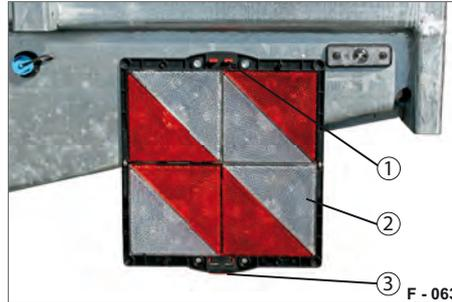

Abb. 95 Beispiel: Park-Warntafel
- ▶ Drucksicherung (Abb. 95/3) eindrücken und dabei die obere Teilhälfte der Warntafel herunterklappen.
- ▶ Aufgeklappte Teilhälfte der Warntafel hochklappen. Drucksicherung (Abb. 95/3) rastet automatisch in der Verriegelung (Abb. 95/1) ein.